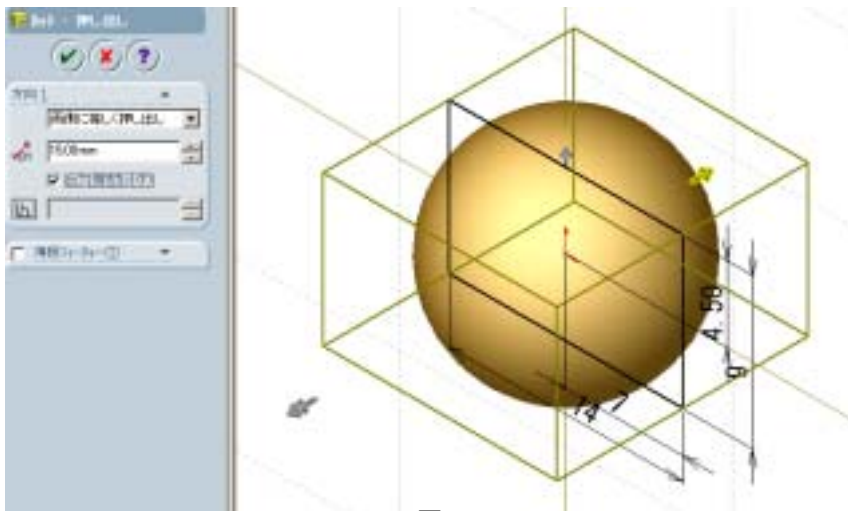

図6-59
- ・押し出しカットコマンドでスケッチ部の外側のカット。図6-59参照。